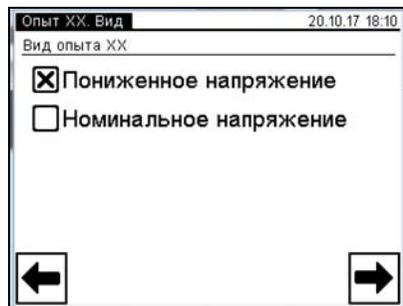

Рисунок 6.14
6) Начать опыт XX, для чего в окне "Главное меню" нажать на кнопку . На экране откроется окно "Опыт XX, Вид" (рисунок 6.14).